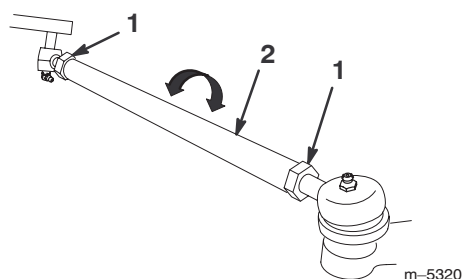

Figure 49
- Si les mesures sont hors spécifications, desserrez les écrous de blocage aux deux extrémités des biellettes (Fig. 49).